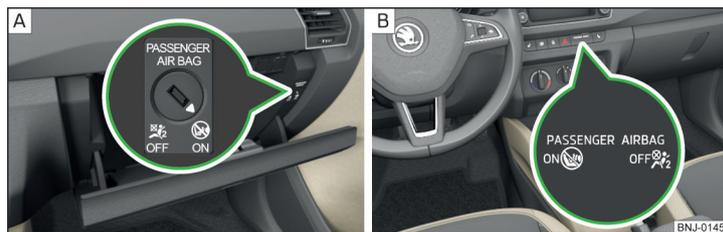

Fig. 12 Commutateur à clé pour l'airbag frontal du passager avant/voyant pour l'airbag frontal du passager avant
Le commutateur à clé permet de désactiver l'airbag frontal du passager » fig. 12 à la page 19 - A.
Positions de l'interrupteur à clé » fig. 12 - A
➤ À l'aide de la clé, amenez la fente du contacteur de l'airbag doucement sur la position » fig. 12 A - **OFF**.
- Vérifiez si, après avoir mis le contact, le voyant **OFF** est allumé sous l'inscription **PASSENGER AIRBAG** » fig. 12 - **B**.
- À l'aide de la clé, amenez la fente du contacteur de l'airbag doucement sur la position » fig. 12 **A** - **ON**.
- Vérifiez si, après avoir mis le contact, le voyant **ON** est allumé sous l'inscription **PASSENGER AIRBAG** » fig. 12 - **B**.